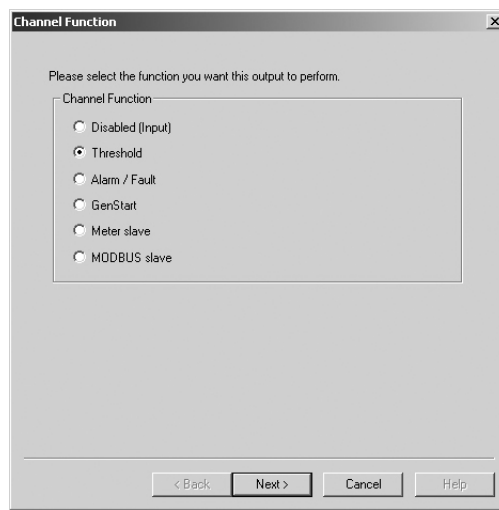

Figura 3. Elija la Función umbral
La pantalla de configuración del Relay Driver, que aparece en la Figura 3, es el punto de partida para configurar cada canal. El área superior izquierda de la ventana muestra los cuatro canales y las configuraciones correspondientes.
2. Aparece la ventana de Función canal como se muestra en la Figura 3. Se proporciona una lista de funciones para elegir. Se selecciona en forma predeterminada la función *Deshabilitado*.